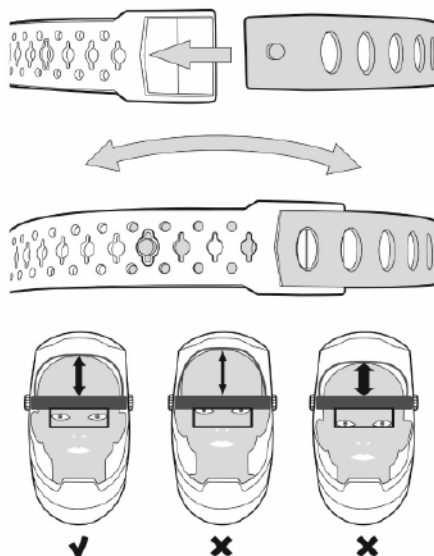

Рис. 8.6. Вертикальная регулировка.
**Вертикальная регулировка по высоте** (См. рис. 8.6): уменьшая или увеличивая размер ремней, отрегулируйте размер наголовника так, чтобы глаза находились в средней части светофильтра.